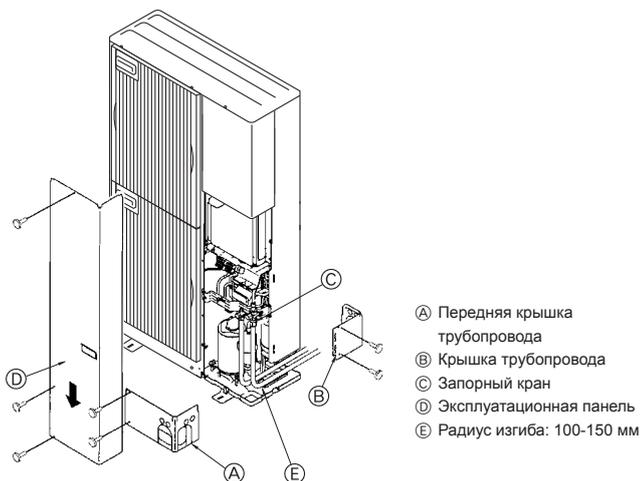

Fig. 4-4
4.3. Прокладка труб хладагента (Fig. 4-4)
- Снимите эксплуатационную панель (D) (три винта), а также переднюю крышку трубопровода (A) (два винта) и заднюю крышку трубопровода (B) (два винта).